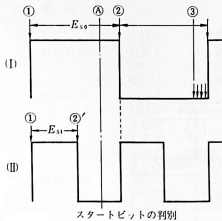

図10.25
図10.25において(I)はスタートビットの場合、(II)はREADER部の場合です。まず①の変化点が発出されると、カウンタEがクリアされ再び変化点があるまでカウントアップを始めます。(I)の場合は②の変化点までカウントアップされます。②までカウントアップされたカウンタを E_{s0} とします。(II)の場合は②'の変化点までカウントアップされます。この場合のカウンタの値を E_{s1} とします。図から明らかなように、 E_{s0} と E_{s1} との関係は $E_{s0} > E_{s1}$ となっています。したがってこれらの値の間に両者を見分ける境界値を設けて、この境界値(④)とカウンタとを比較すれば、スタートビットかどうかの判別はつくわけです。